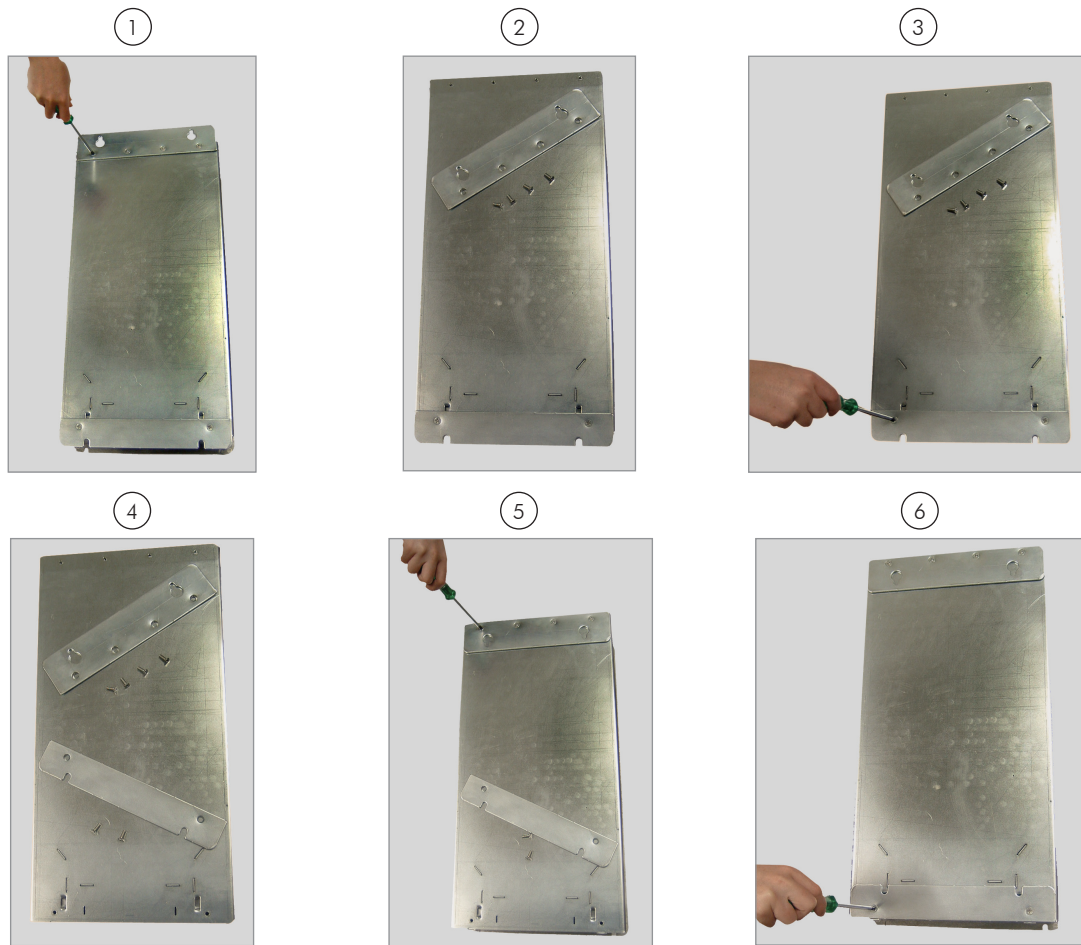
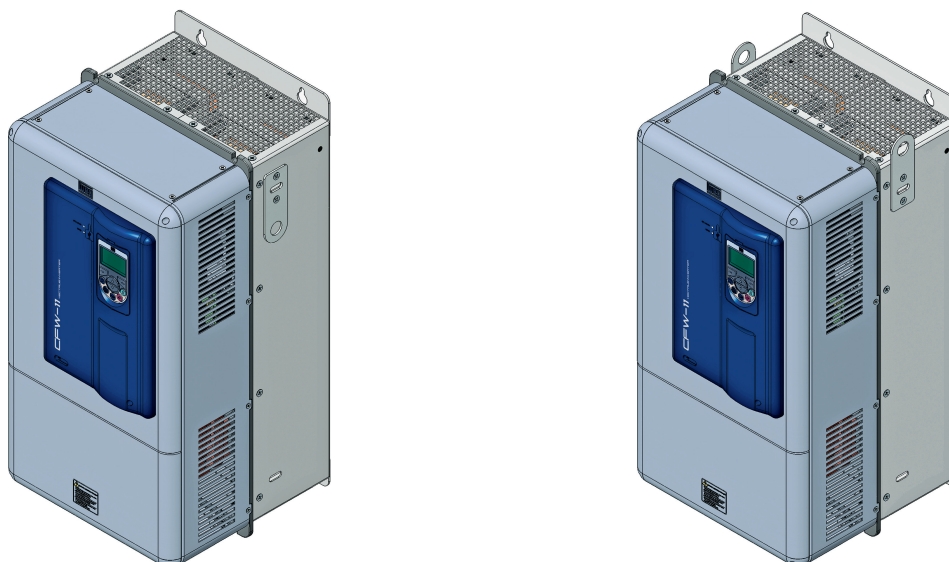

Figura 3.3 - Reposicionamiento de los soportes de fijación
Figura 3.4 - Instalación de las chapas para izaje del convertidor
- ☑ Los soportes de fijación (posición I de la Figura 2.2 en la página 2-6) y las chapas para izamiento (posición J de la Figura 2.2 en la página 2-6) deben ser removidos y reposicionados de acuerdo con la Figura 3.3 en la página 3-6 y Figura 3.4 en la página 3-6.
Son suministradas 2 chapas para izaje del convertidor, las cuales son montadas a los lados del convertidor (parte trasera). Alterándose la posición de estas chapas conforme indicado en la Figura 3.4 en la página 3-6 se obtienen 2 puntos para izaje del convertidor, los cuales son muy útiles durante la instalación mecánica del mismo.